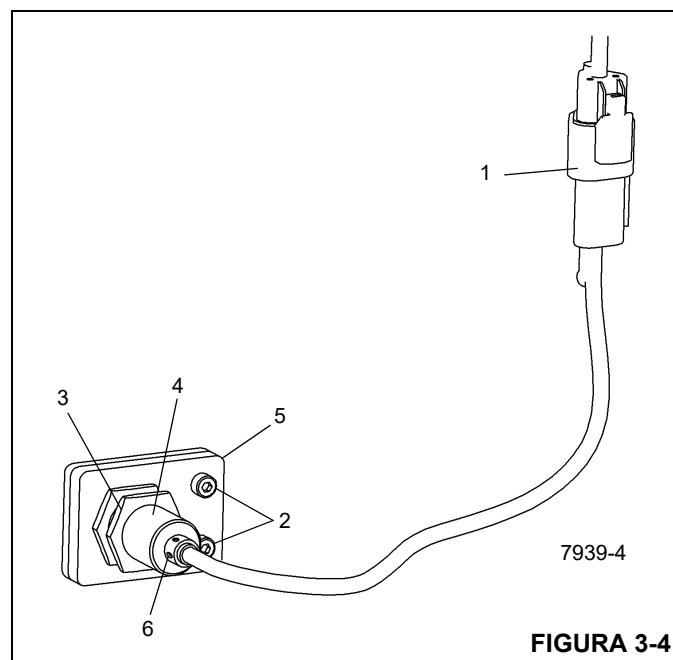

FIGURA 3-4
1. Desconecte o conector elétrico (1, Figura 3-4) na chave.
2. Remova os dois parafusos (2, Figura 3-4) que prendem o suporte de montagem/conjunto de chaves na caixa do estabilizador.
3. Solte a contraporca (3, Figura 3-4) que prende a chave (4) ao suporte de montagem. Remova a chave.
2. Rosqueie a chave (4, Figura 3-4) no suporte de montagem (5) de modo que a face da chave fique saliente 10 mm através do suporte.
3. Usando dois parafusos (2, Figura 3-4), prenda o suporte de montagem/conjunto de chaves na caixa do estabilizador.
4. Aperte a contraporca (3, Figura 3-4) na chave.
5. Conecte o conector elétrico (1, Figura 3-4) à chave.
6. Com a alimentação ligada e a viga do estabilizador totalmente estendida, verifique se o LED (6, Figura 3-4) na chave de proximidade está aceso. Retraia a viga do estabilizador e verifique se o LED está apagado.